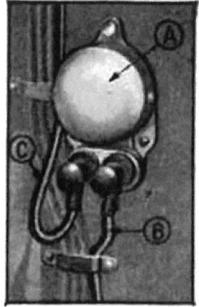

Fig. 308.
- F) Câble de l'avertisseur au bouton avertisseur, et le câble du joncteur à la dynamo (B, fig. 308).
19—Enlever du tablier le joncteur-disjoncteur (fig. 308).